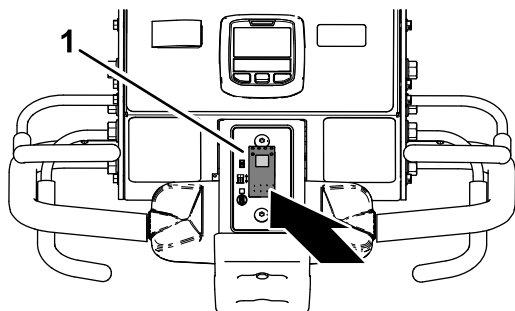

Figura 93
1. Premete la parte inferiore dell'interruttore per il controllo dell'abbassamento (Figura 93) selezionando ABBASSAMENTO IMMEDIATO.